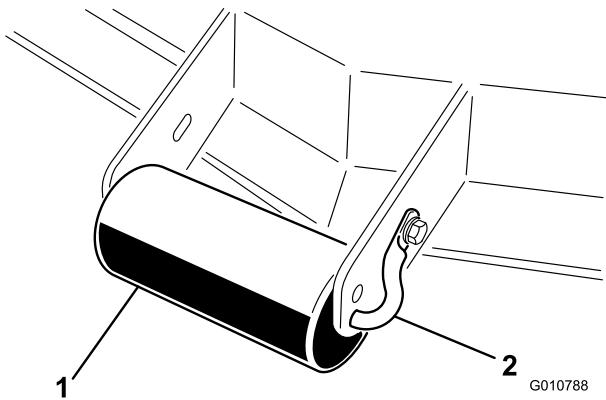

図 10
- ローラのシャフトをデッキのブラケットに固定しているキャップスクリュとナットを取り外す（図 10）。